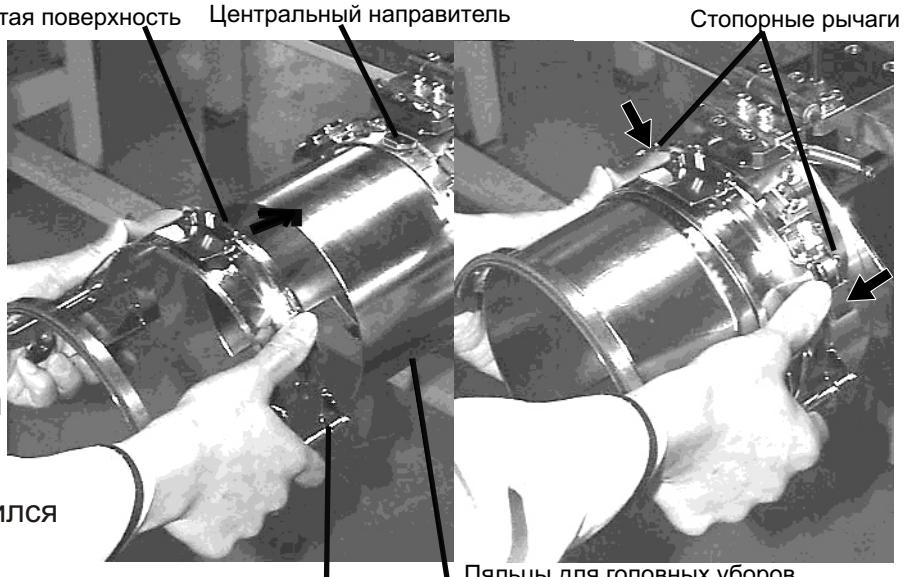

Рис. 5
2. Как показано на рис. 5, держите пяльцы для головных уборов двумя руками и поставьте их на распорку для головных уборов. Нажимая стопорные рычаги в двух местах пальцами, расположите пяльцы для головных уборов таким образом, чтобы центральный направитель распорки головных уборов совместился с вогнутой областью пялец.